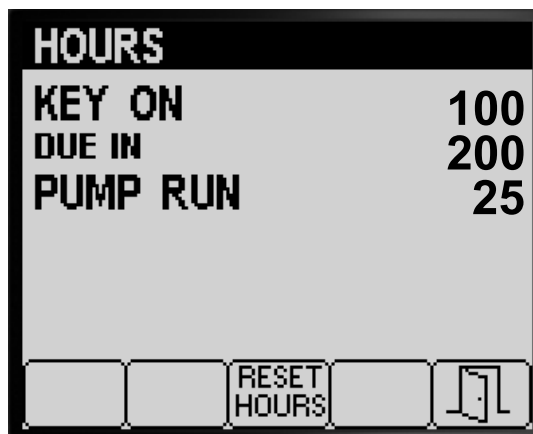

Figura 81
3. Utilice la información de los contadores (Figura 81) mostrada en la pantalla para determinar lo siguiente:
4. Para restablecer las horas de todos los contadores, pulse el botón 3 (Figura 81).
5. Pulse el botón 5 para salir de la pantalla HOURS (horas) y volver a la pantalla SERVICE (mantenimiento) (Figura 81).